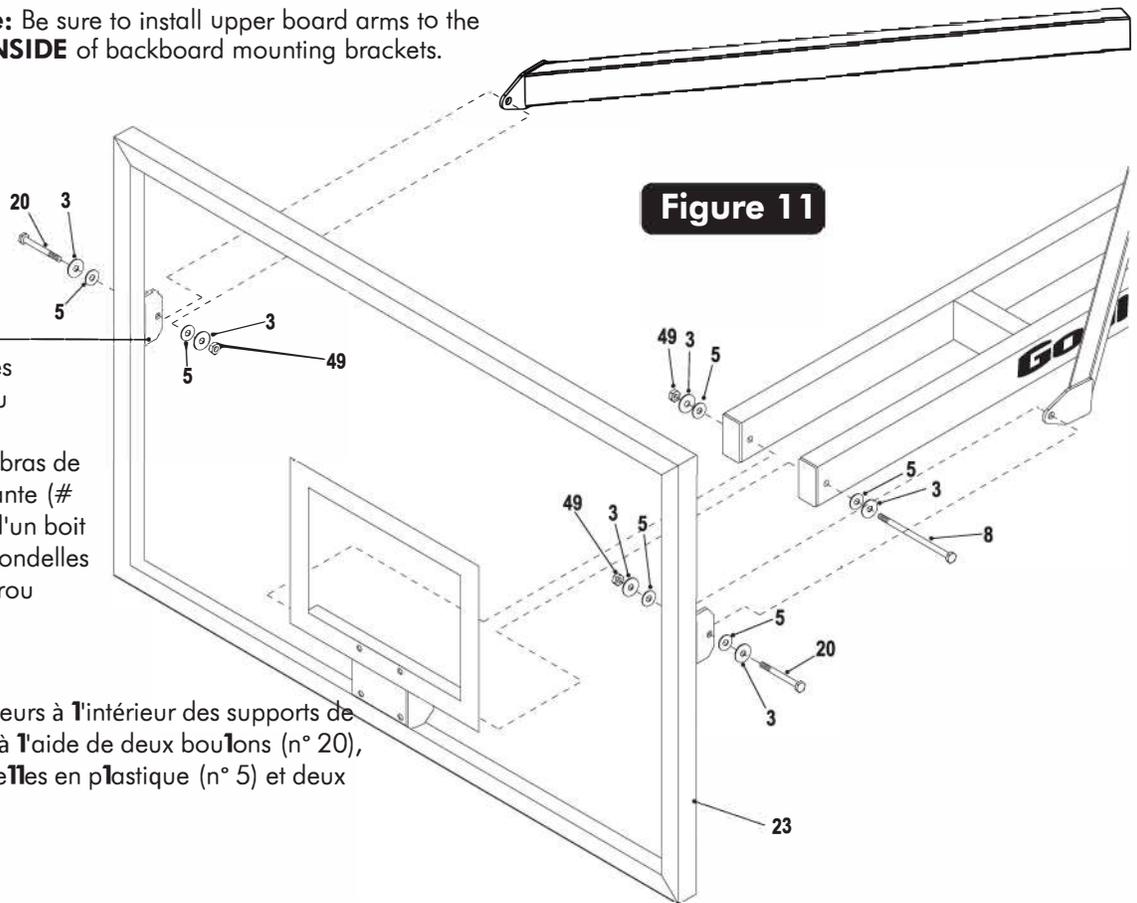

Figure 11
16. Avec au moins quatre personnes capables, soulevez l'assemblage du panneau arrière et demandez à la cinquième personne d'attacher les bras de planche inférieurs au support de devant (# 21) sur le panneau arrière à l'aide d'un boîtier (# 8), deux rondelles (# 3), deux rondelles en plastique (# 5) et un contre-écrou (#49). Voir Figure 11.
17. Fixez les bras de planche supérieurs à l'intérieur des supports de montage supérieurs sur le panneau à l'aide de deux boulons (n° 20), quatre rondelles (n° 3), quatre rondelles en plastique (n° 5) et deux contre-écrous (n° 49). Voir Figure 11 et Détail A2.